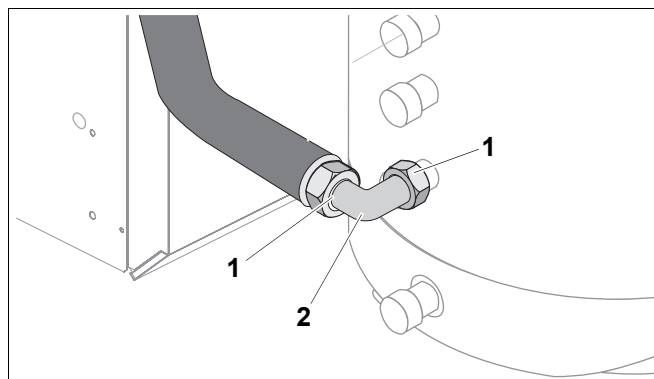

Рис. 6 Подключение обратной линии к баку-водонагревателю
- Уложить уплотнение (рис. 6, **поз. 1**) в накидную гайку уголка (рис. 6, **поз. 2**) и прикрутить уголок к обратной линии бака (RS).
- Уложить уплотнение (рис. 6, **поз. 1**) в накидную гайку металлического гофрированного шланга и прикрутить к уголку.